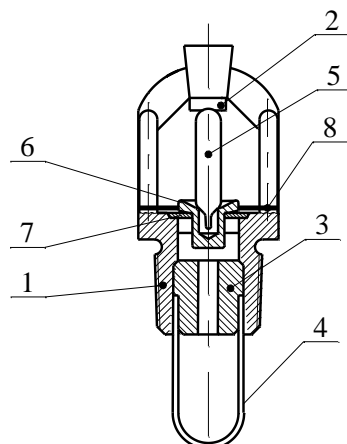

Рисунок 1
3.1 Распылитель состоит из корпуса 1, винта 2, втулки 3, фильтра 4, запорной стеклянной колбы 5, крышки 6 и тарельчатой пружины 7, выбрасывающая пружина 8 (рис. 1).